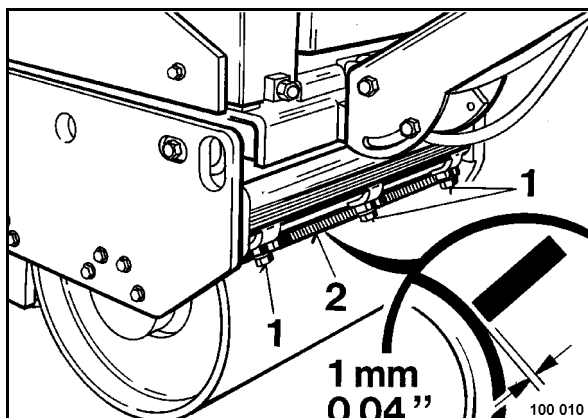

рис. 78
- Ослабить все три винта с шестигранной головкой 1 (рис. 78) на креплениях.
- Выровнять скребки (2) на расстоянии около 1 мм параллельно ободу.